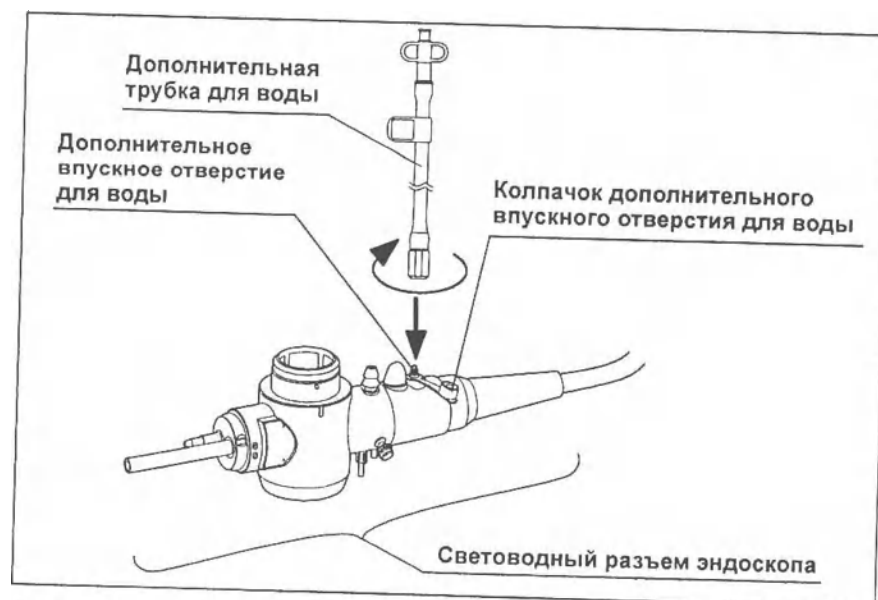

Рис. 3.23
12. Откройте колпачок дополнительного впускного отверстия для воды (только для эндоскопов с дополнительной подачей воды, см. Рис. 3.23).
13. Подключите дополнительную трубку для воды к дополнительному впускному отверстию для воды на световодном разъеме эндоскопа и поверните ее по часовой стрелке до упора (только для эндоскопов с дополнительной подачей воды, см. Рис. 3.23).